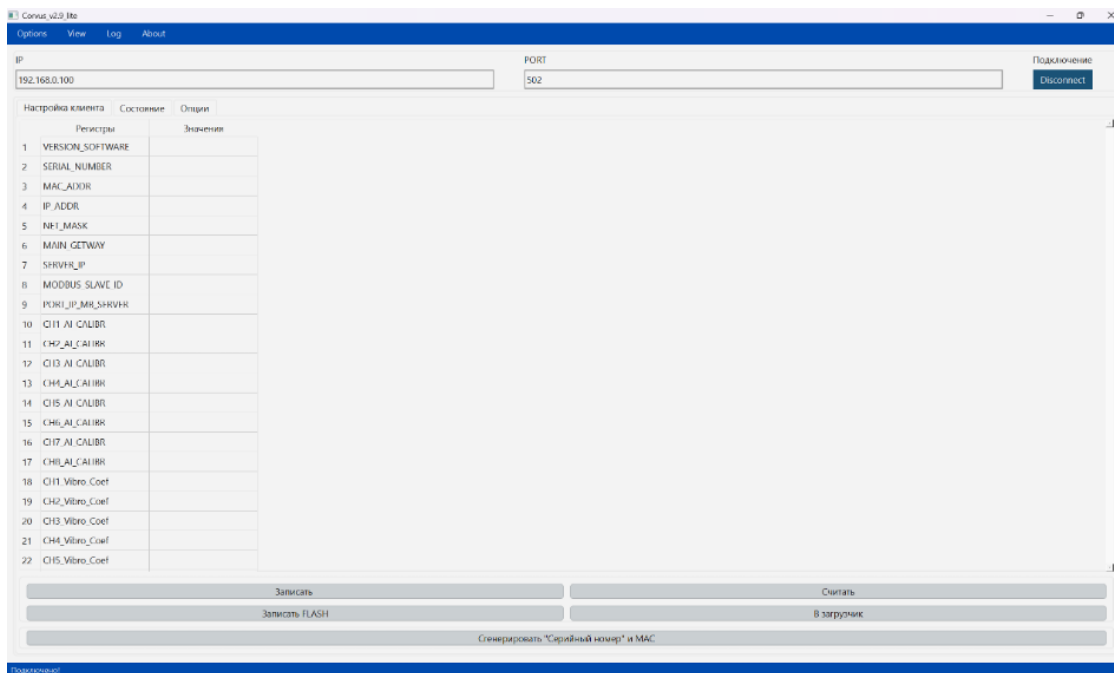

Рисунок 5 – Успешное подключение к устройству
5. Если кнопка изменила свой цвет на темно-синий и появилась надпись «Disconnect» – подключение прошло успешно (Рисунок 5).